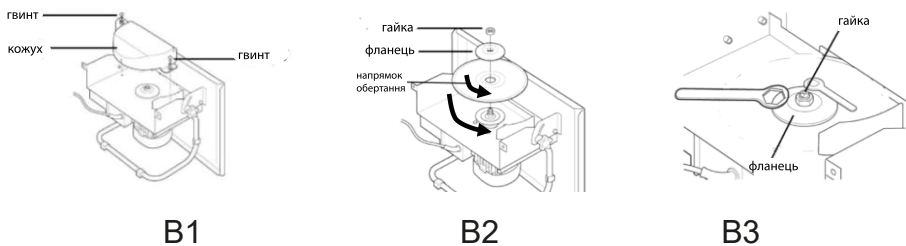

Рисунок 3. Схема встановлення/заміни різального диска.
5.1.2.2 Встановлення або заміна різального диска (Рис. 3).
1. Послабити два кріпильні гвинти ліворуч та праворуч від нижньої частини захисного кожуха диска знизу робочого столу (фіксуючі гвинти постійно закріплені на кожуху, їх не можна знімати) та демонтувати кожух леза (Рис. 3, B1).
3. Поєднати стрілки напрямку обертання на диску та на виробі (Рис. 3, B2).
4. Встановити диск, притискний фланець на шпиндель та зафіксувати їх гайкою шпинделя (Рис. 3, B3).
7. Перевірити, щоб розклинювальний ніж був на одній лінії з лезом (8), за необхідністю відрегулювати ніж.